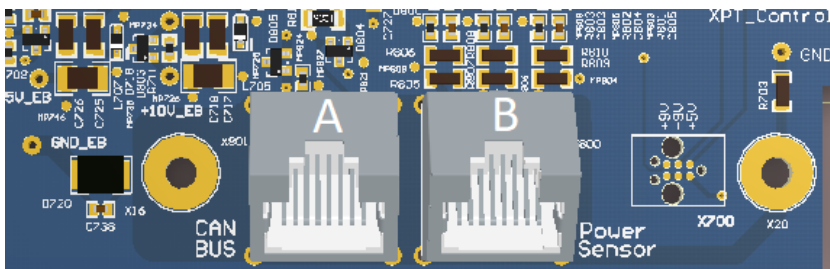

Bild 4
- 2 Wählen Sie die richtige Schnittstelle (siehe Bild. 4), stecken Sie den Stecker in die RJ45-Buchse.
- 3 Verbinden Sie den Power Sensor über das Patchkabel mit dem Inverter an der RJ 45 Schnittstelle Power Sensor „B“ (siehe Bild 4).